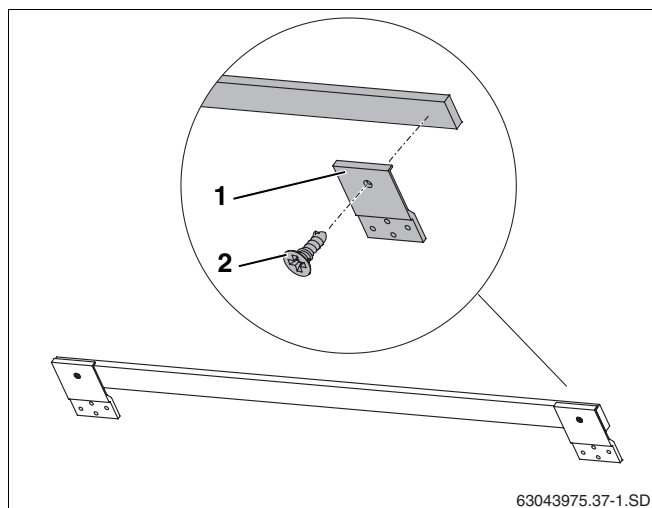

Fig. 10 Monter les dispositifs anti-glisserment sur la première latte supplémentaire
Pour le montage horizontal, fixer 3 dispositifs anti-glisserment (fig. 10, **pos. 1**) sur une baguette en bois (2 extérieures, 1 centrale).
- Fixer deux dispositifs anti-glisserment (fig. 10, **pos. 1**) à chaque extrémité de la baguette en bois à l'aide de vis 4×10 (fig. 10, **pos. 2**).